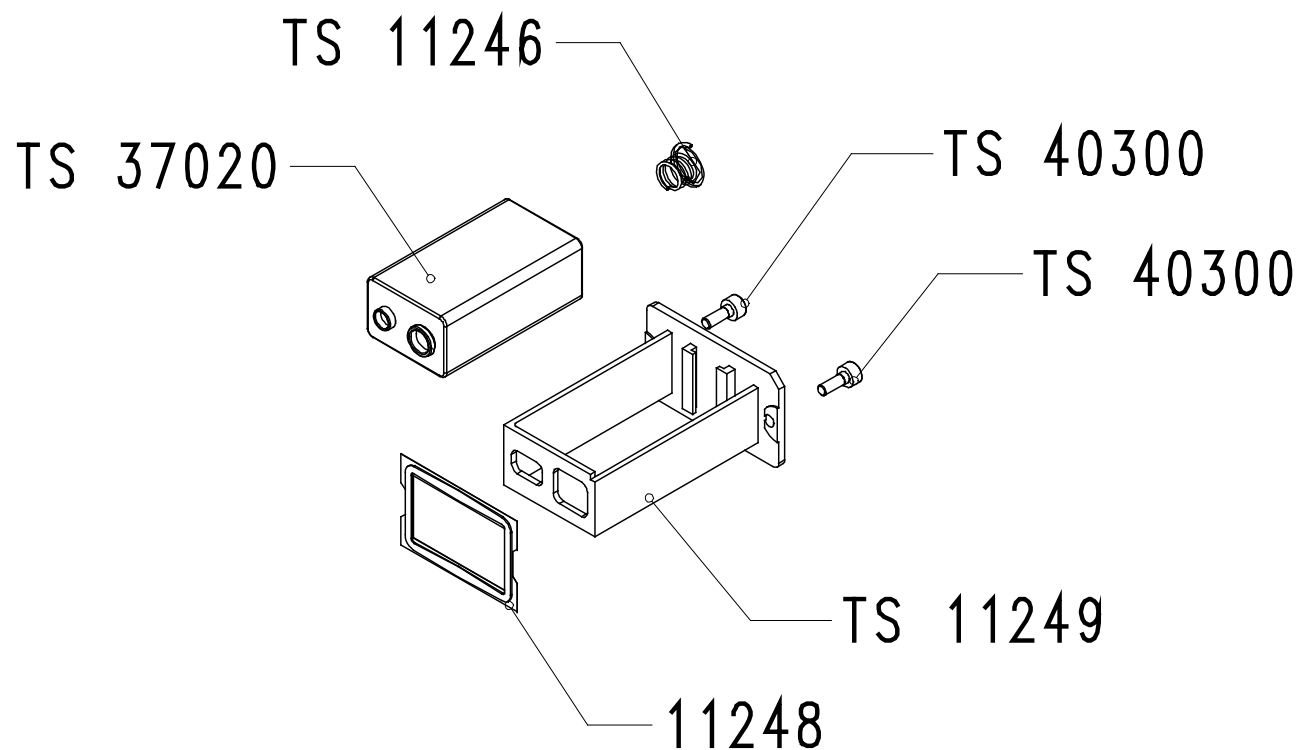

Figure 11-4: porte-pile TS 10189, détails des composants
- Figure 11-4: porte-pile TS 10189, détails